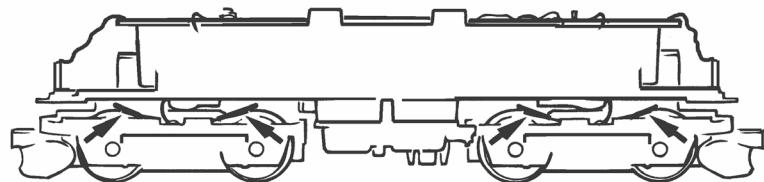

Fig. 8
2. Schmierung: Versehen Sie die im Schmierplan in Fig. 8 gekennzeichneten Stellen mit nur **kleinen Öltropfen**. Dazu zuerst das Lokgehäuse abnehmen (Fig. 3). Wir empfehlen den ROCO **Öler Art.-Nr. 10906**. Fürs Schmieren der Getriebeteile (Zahnräder, Schnecke) empfehlen wir das **ROCO-Spezialfett Art.-Nr. 10905**. Im Falle der Schmierung diese Teile **nicht ölen**.
2. Lubrication: Apply **tiny oil drops** to spots marked in fig. 8. Prior to lubrication dismantle locomotive (fig. 3). We recommend using item no. **10906, Roco oiler**. For lubrication the gearparts (e.g. cogwheels, worm) we would recommend our Roco **special grease** (item no. **10905**).
2. Smøring: Tilsett kun små oljedråper til punktene som er avmerket i fig. 8. Fjern først lokomotivhuset for å gjøre dette (fig. 3). Vi anbefaler Roco olje art.nr. 10906. For å smøre gridelene (tannhul, skruedrev) anbefaler vi Roco spesialfett art.nr. 10905. Ikke smør disse delene med olje.